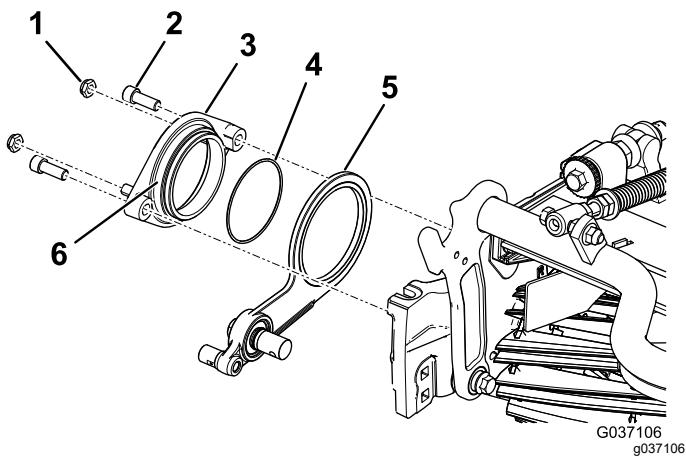

Figure 9
3. Appliquez du produit antigrippant sur le diamètre extérieur du moyeu de pivot (Figure 9).
4. Fixez le moyeu de pivot sur le cylindre, par dessus l'ensemble de tension, à l'aide de 2 boulons à tête creuse hexagonale (Figure 9).
5. Serrez légèrement les 2 contre-écrous sur le moyeu de pivot (Figure 9).